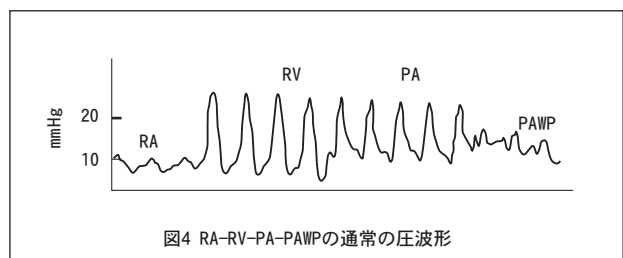

図4 RA-RV-PA-PAWPの通常の圧波形
(1) カテーテルを挿入し、圧を連続的に監視しながら通常の方法で楔入位置まで進めます（1. X線透視下での挿入（1）と（2）の項を参照）。図4は典型的な心内（右心房／右心室）および肺動脈系（肺動脈／肺動脈楔入部）の特徴的な圧波形を示します。